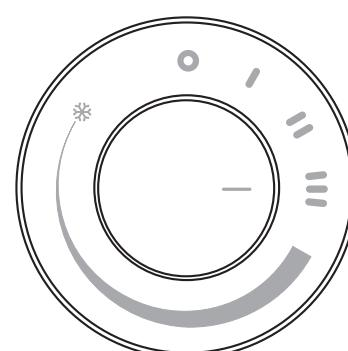

fig. 4
- Per attivare la funzione POTENZA MASSIMA, ruotare la manopola in modo che il riferimento "I" sia allineato al simbolo "III" sul pannello comandi (fig. 4).
- *To activate MAXIMUM POWER function, turn the knob so that reference mark "I" is aligned with the "III" symbol on the control panel (fig. 4).*